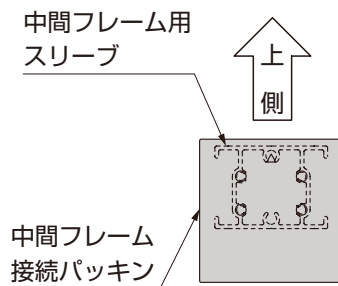

図1-5
- ②中間フレーム接続パッキンを下穴に合わせてフレームに貼付けてください。(図1-5参照)